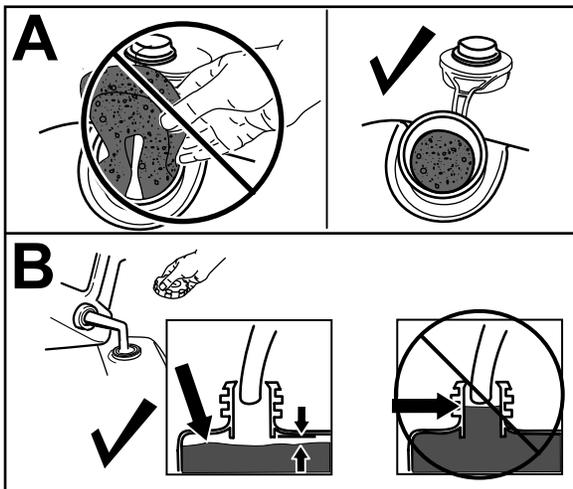

Bild 10
**Wichtig:** Diese Maschine hat einen Premium-Kraftstofftank, der einen Schaumeinsatz hat, um eine Bewegung des Kraftstoffs zu verhindern. Entfernen Sie nie den Schaumeinsatz, da er ermöglicht, dass der Motor den ganzen Kraftstoff im Kraftstofftank verwendet (A in Bild 10).
**Hinweis:** Füllen Sie den Kraftstofftank nur bis zur Unterseite des Einfüllstutzens (B in Bild 10).